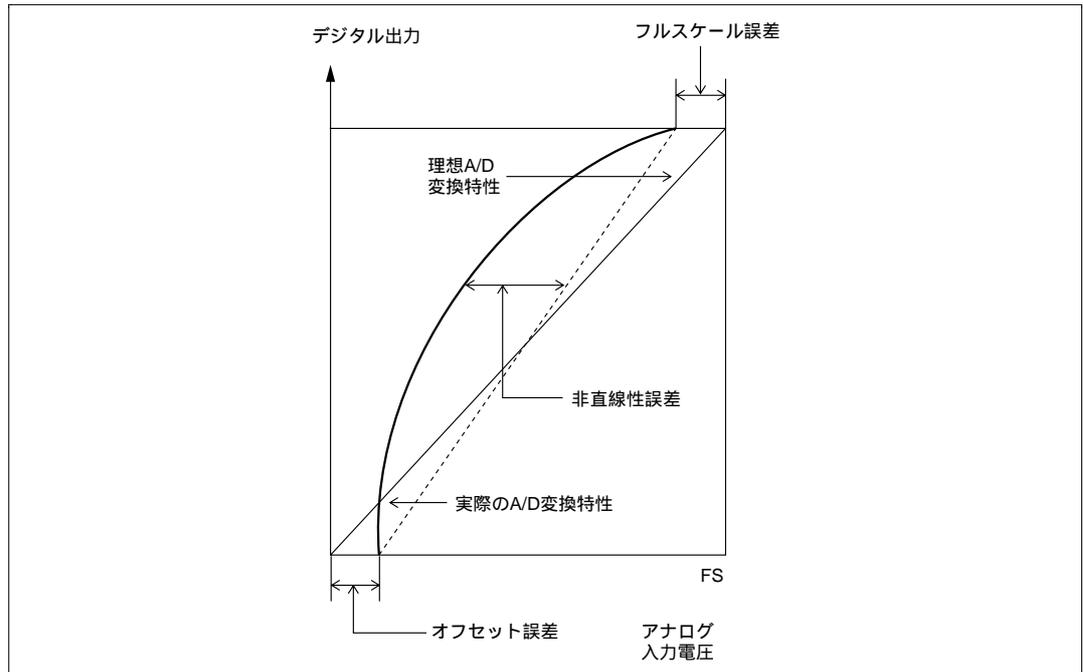

図 15.10 A/D 変換精度の定義 (2)
- ・ オフセット誤差.....デジタル出力が最小電圧値 0000000000 から 0000000001 に変化するときのアナログ入力電圧値の理想 A/D 変換特性からの偏差 (図 15.10)。
- ・ フルスケール誤差...デジタル出力が 1111111110 から 1111111111 に変化する時のアナログ入力電圧値の理想 A/D 変換特性からの偏差 (図 15.10)。